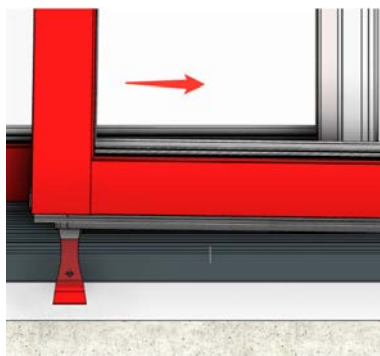

Fig P10
- Manteniendo la palanca en su lugar, levante y deslice la parte inferior del panel hacia la jamba (Fig. P10).